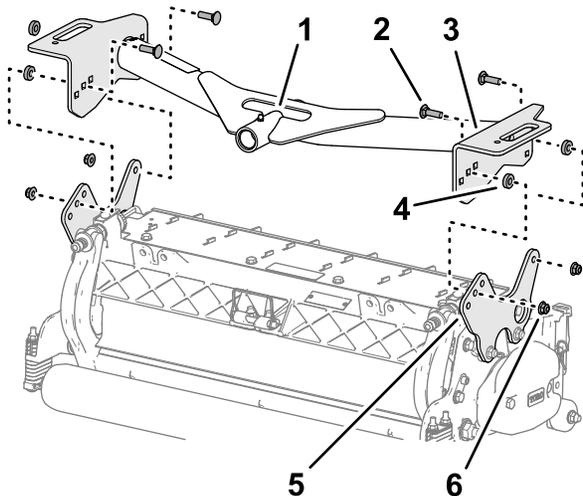

Рисунок 19
1. Совместите отверстия в пластинах передней несущей рамы с отверстиями в монтажных пластинах режущего блока (Рисунок 19).
2. Установите проставку между несущей и монтажной пластинами (Рисунок 19) и соедините пластины и проставку, не затягивая, с помощью каретного болта ($\frac{3}{8}$ x $1\frac{1}{4}$ дюйма) и фланцевой контргайки ($\frac{3}{8}$ дюйма).